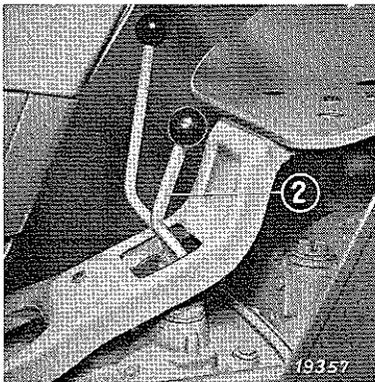

Bild 23
Die 4 Vorwärtsgänge ergeben durch Umschalten der Gruppe (Schalthebel ② Bild 23) in S = schnell oder L = langsam insgesamt 8 Vorwärtsgänge.